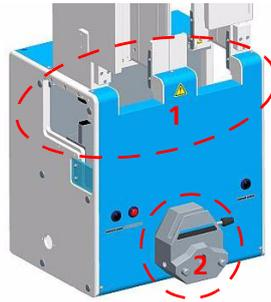

Abb. 6: Gefahrenbereiche am Stacker
- Ausheber des Stackers (1; Abb. 6)
- Geöffnete Peristaltikpumpe (2; Abb. 6)